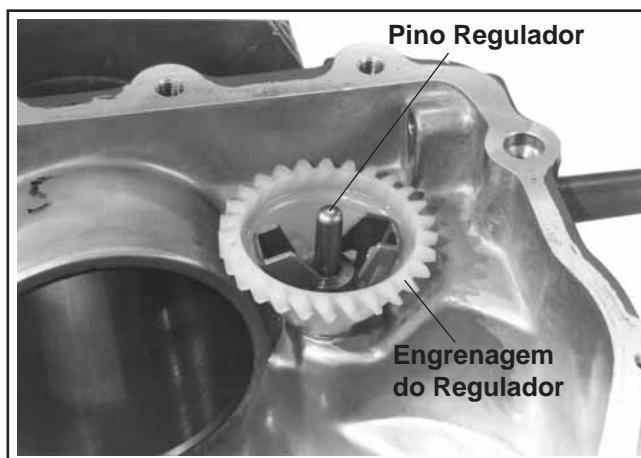

Figura 9-56. Retirar a Engrenagem do Regulador.
4. Se necessário, retire a engrenagem do regulador e o pino regulador. Consulte a Figura 9-56.